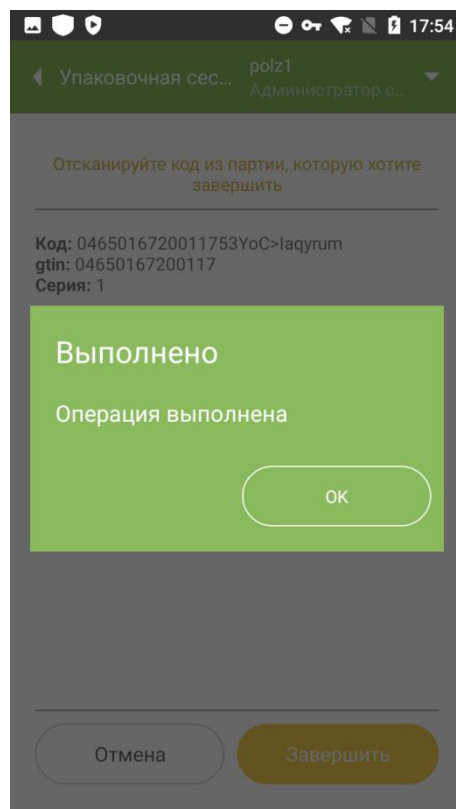

Рисунок 20.3
3. Нажать «Завершить». Появится системное сообщение о выполнении операции (Рисунок 20.3). Нажать «ОК».